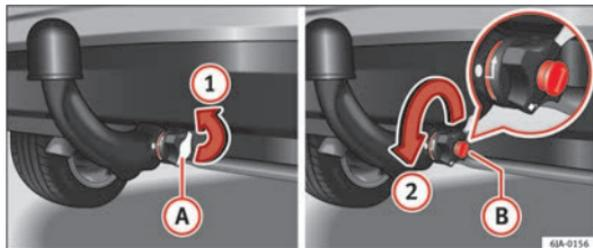
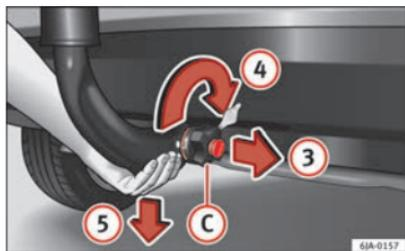

Fig. 120 Quitar la tapa de la cerradura / abrir con llave la cerradura
Fig. 121 Desbloquear la barra de cabeza esférica
- Quite la tapa (A) que cubre la cerradura de la ruedecilla manual en el sentido de la flecha (1) ⇒ fig. 120.
- Introduzca la llave (B) en la cerradura.
- Abra la cerradura de la ruedecilla manual girando la llave (B) a la izquierda hasta el tope, en el sentido de la flecha (2) – la flecha en la llave apunta hacia el símbolo “cerradura abierta”.
- Sujete la barra de cabeza esférica desde abajo ⇒ fig. 121 y con la otra mano extraiga la ruedecilla manual (C) en el sentido de la flecha (3).
- Gire hasta el tope la ruedecilla extraída en la dirección de la flecha (4) y aguántela firmemente en esta posición.
- Extraiga la barra de cabeza esférica del casquillo de sujeción estirando hacia abajo en el sentido de la flecha (5).